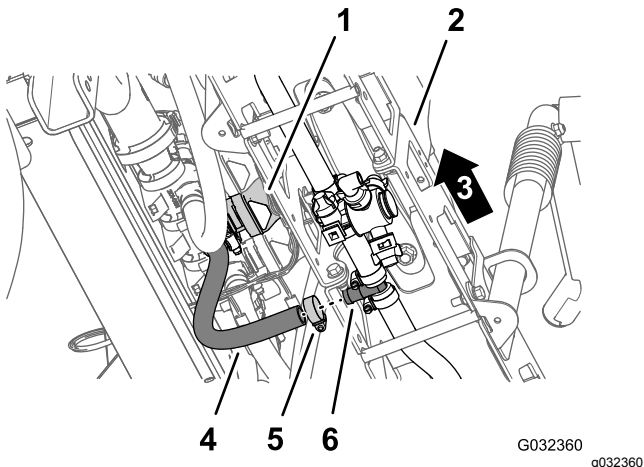

Figure 38
- Sous la section de rampe centrale, retirez le collier qui fixe le flexible d'alimentation de la section de rampe au raccord en T cannelé (Figure 38).